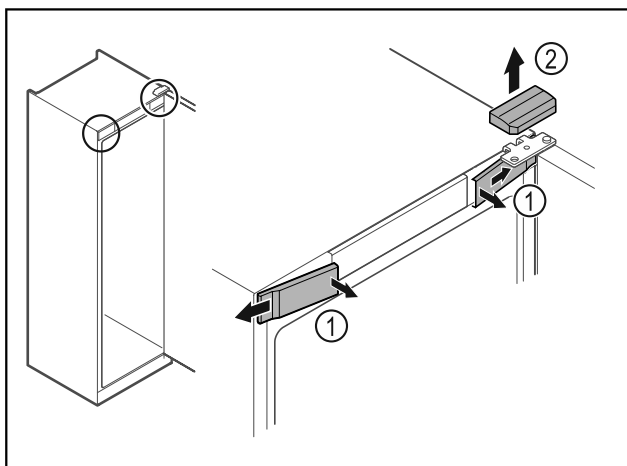

Fig. 8*
- ▶ Desencajar las cubiertas delanteras Fig. 8 (1) del interior y dejarlas a un lado.*
- ▶ Retirar hacia arriba la cubierta superior Fig. 8 (2)*